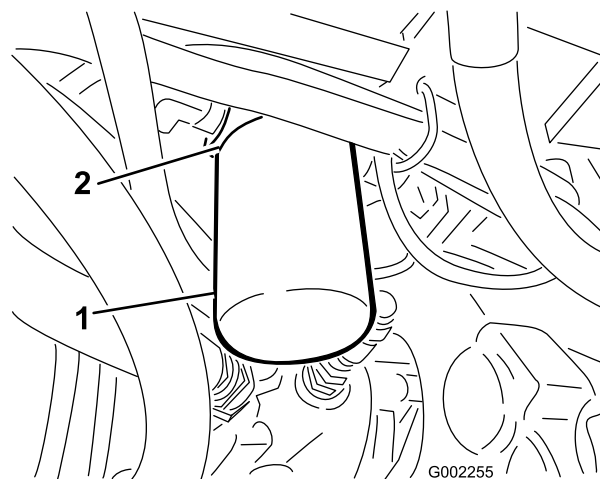

Figura 57
2. Pulite la superficie circostante il filtro (Figura 57).
4. Togliete il filtro (Figura 57).
5. Lubrificate la nuova guarnizione del filtro (Figura 57).